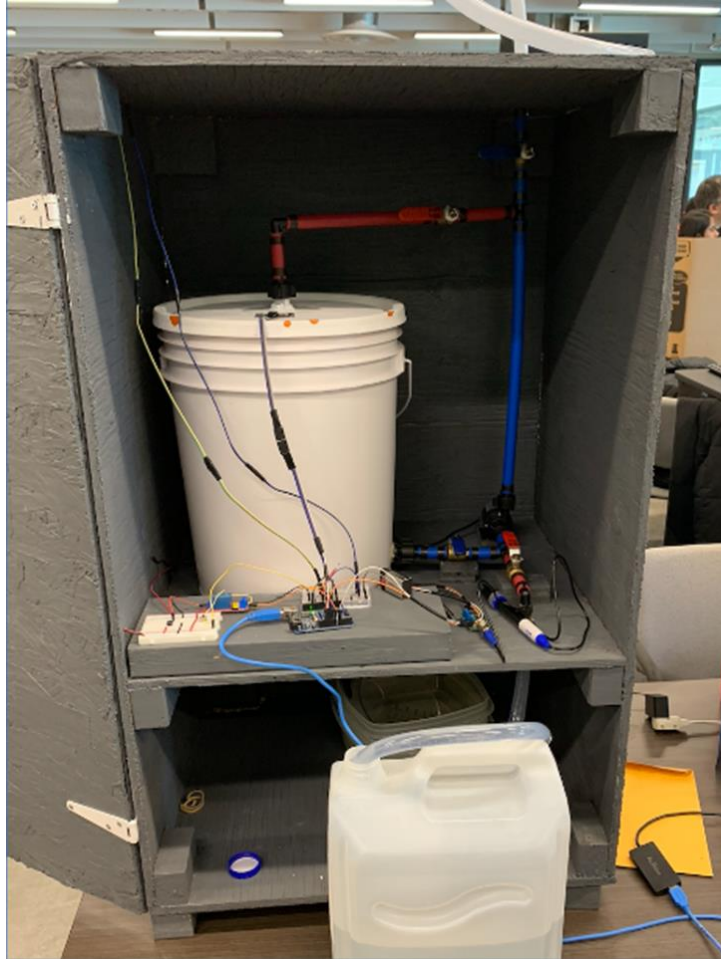

Figure 1 : Produit final
- Figure 1: Produit final.
Les principaux composants du dispositif sont l'Arduino Uno, la pompe, le capteur pH, le réservoir de chlore ainsi que l'emballage de chlore liquide. La pompe joue un double rôle; celui de pomper le chlore liquide de son emballage (conteneur en plastique transparent qui se trouve au premier rang) et de le mener au travers d'un tuyau jusqu'au réservoir de chlore, et celui de pomper le chlore du réservoir (conteneur installé à l'intérieur du meuble) et de le mener au travers d'un tuyau jusqu'à la piscine. Comme vous pouvez le voir dans la figure 1, quatre valves permettent de contrôler le flux de chlore de l'emballage au réservoir et du réservoir à la piscine. Il faut bien évidemment ouvrir les valves lorsque la pompe effectue son travail afin de permettre la circulation du chlore. Une lumière DEL se trouvant au-dessus du meuble permet à l'utilisateur d'être informé du niveau de chlore